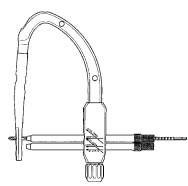

図8
- 6) ターゲットデバイスにディスタルスクリュー用ドリルスリーブを組み付けたディスタルスクリュー用スリーブを装着し、ディスタルスクリュー用ドリル (L) を通し、ネイルのディスタルスクリューホールに干渉しないで通過することをチェックします。(図8)